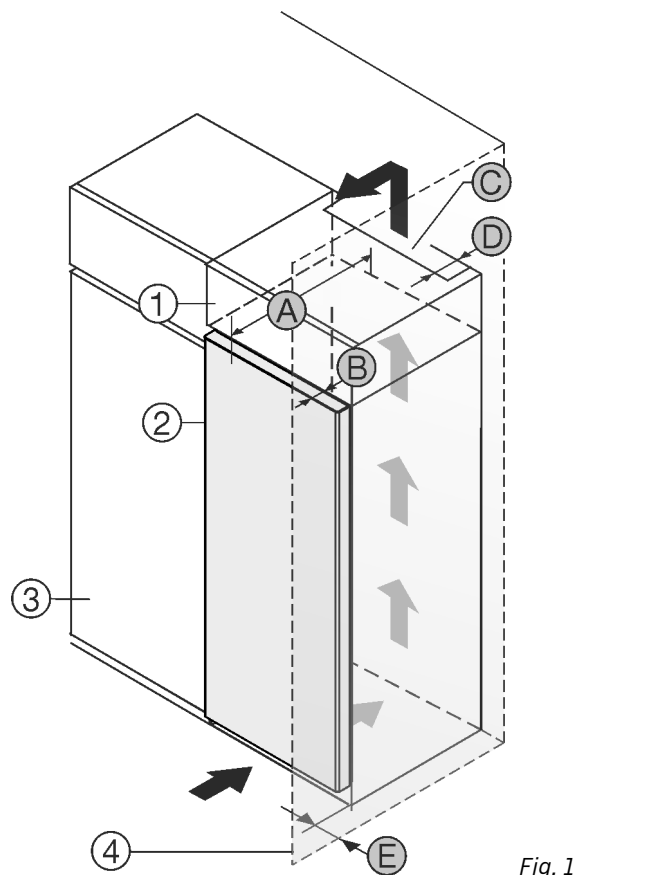

Fig. 1
Пристрій встановити безпосередньо поряд із кухонною шафою Fig. 1 (3).
Зі зворотного боку шафи для встановлення на пристрої слід передбачити вентиляційну шафу завглибшки Fig. 1 (D) на всю ширину цієї шафи.
Слід дотримуватись вентиляційного отвору Fig. 1 (C) в стелі приміщення.
Якщо пристрій із шарнірами встановлюється поряд зі стінкою Fig. 1 (4), відстань між пристроєм та стінкою повинна бути не менше 13 мм.
Якщо пристрій із шарнірами встановлюється поряд зі стінкою Fig. 1 (4), відстань між пристроєм та стінкою повинна бути не менше 20 мм.
Щоб мати можливість повністю відкривати дверцята, потрібно, щоб пристрій стояв на відстані глибина дверей Fig. 1 (B) відносно передньої панелі кухонної шафи. Залежно від глибини кухонних шаф Fig. 1 (3) та використання пристінних розпірок пристрій може ще більше видаватися вперед.